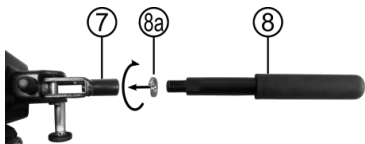
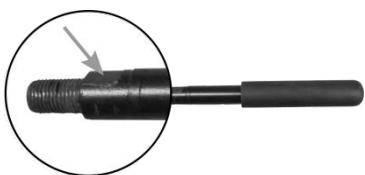

Bild 7: Montage Spannhebel
Bild 8: Schlüsselfläche
Stecken Sie den Federring (8a) auf das Gewinde des Spannhebels (8). Schrauben Sie den Spannhebel in die Spannhebelaufnahme (7) des Schnellverschlusses, Bild 7. Schrauben Sie den Spannhebel (8) in die Spannhebelaufnahme (7) des Schnellverschlusses. Drehen Sie das Gewinde ganz in die Aufnahme hinein und ziehen Sie die Spannhebelverlängerung mit einem Schraubenschlüssel fest (der Spannhebel besitzt eine Schlüsselfläche mit der Schlüsselweite 17, siehe Bild 8).